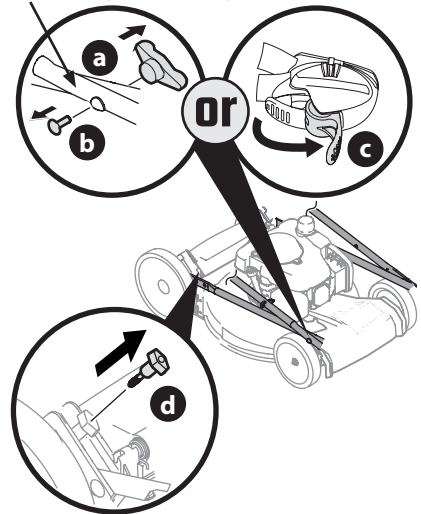

Figure 6
1. Retirez les boutons étoile ou les écrous papillon (a) et les boulons de carrosserie (b) du guidon. Passez à l'étape 2 si le guidon est doté de loquets (c) (Figure 6).
- Retirez les boulons à oreilles (d) des supports du guidon (Figure 6).